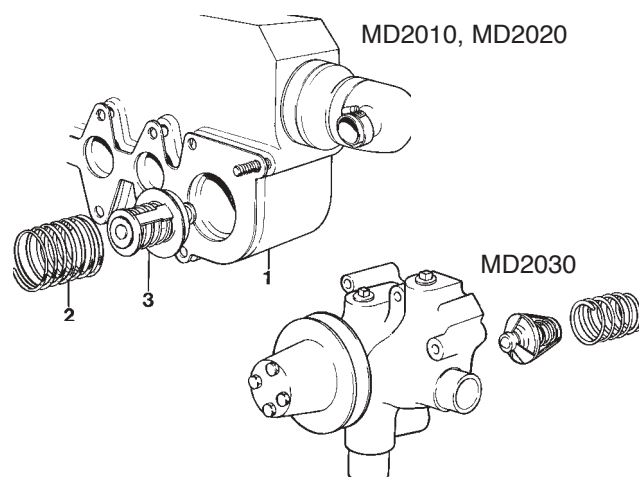

Fig. 35. Pose de thermostat (MD2010, MD2020, MD2030) et du vase d'expansion
- MD2030 : Positionner la pompe de circulation ainsi que le thermostat et le ressort (voir la figure 35).